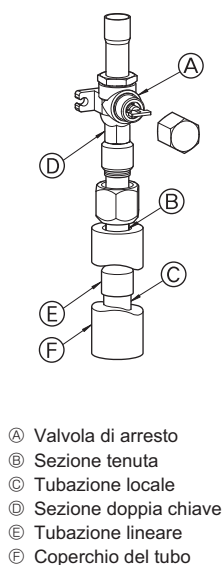

Fig. 4-3
- ③ Per il collegamento delle tubazioni lato gas, procedere nel modo seguente. (Fig. 4-3) (SHW230)